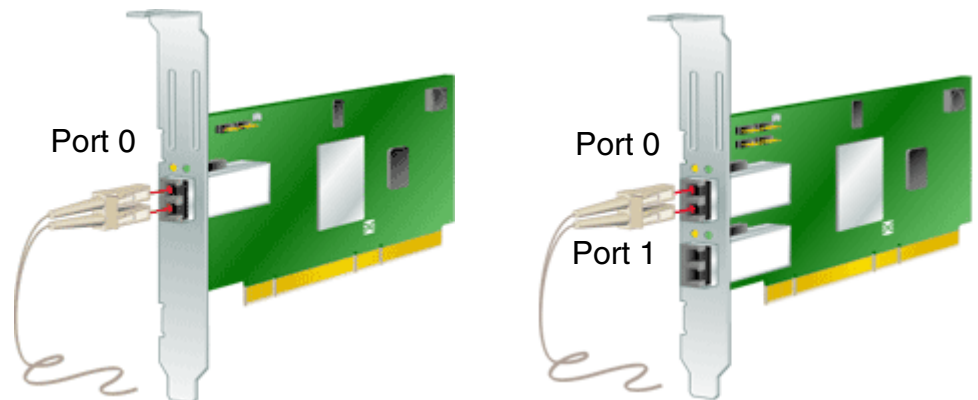

FIGURE 3 Branchement du câble optique
1. Connectez une extrémité du câble à fibre optique à un connecteur LC du HBA (voir FIGURE 3).